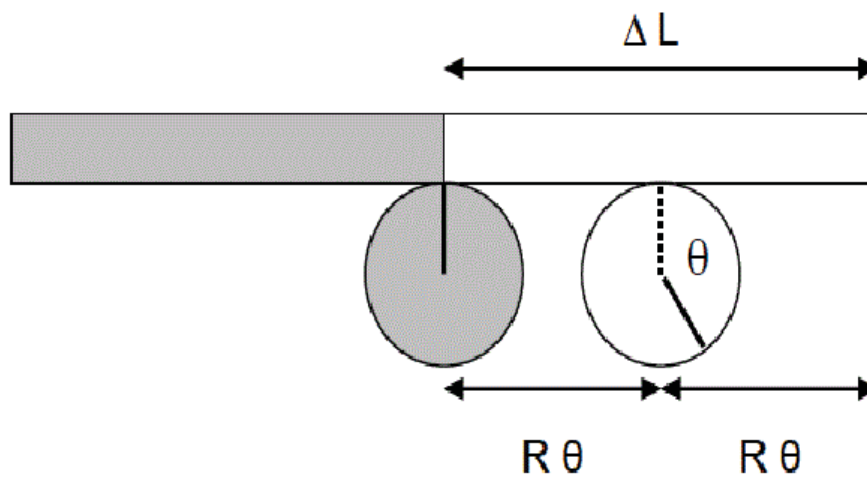

Figura 6. - Deslocamento da barra e do alfinete durante a dilatação térmica.
onde  $R$  é o raio do alfinete. A demonstração desse resultado pode ser vista na figura 6. Com a expansão, o alfinete desloca-se  $R\theta$  e a extremidade da barra fica a  $R\theta$  à sua frente – a soma dessas distâncias é igual à dilatação  $\Delta L$ .
1. Você poderá fazer uma montagem como a da figura 6. Observe-a cuidadosamente e acompanhe os seguintes passos de instruções: